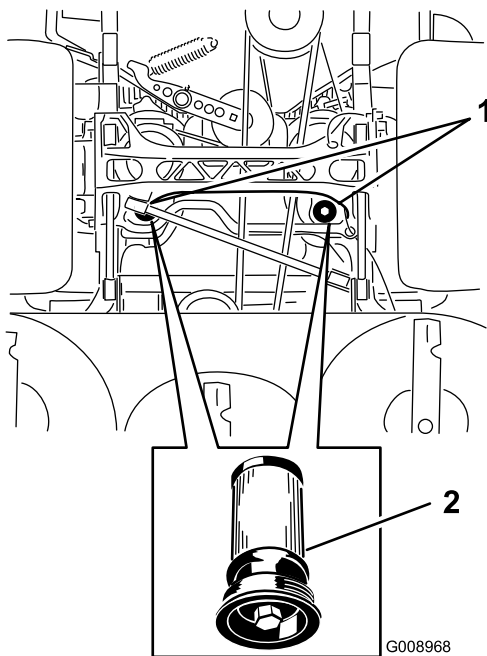

Figura 89
5. Coloque un recipiente debajo del filtro, retire el filtro usado y limpie la superficie (Figura 89).
6. Aplique una capa fina de aceite hidráulico a la junta de goma del filtro nuevo (Figura 89).